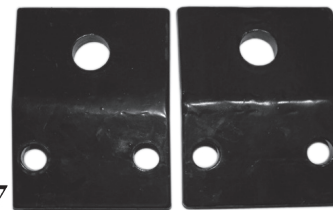

fig.6
4. Fixez le raclor (trois pièces, une longue, S^L, et deux courts, S^S; fig.5, à gauche) à la bordure inférieure avant de la lame en utilisant les boulons de 25 mm (1 po) x M10 de grade 8 et les rondelles de 10 mm ainsi que les écrous M10 de type Nylock (fig.6). Le long morceau du raclor chevauche les deux moitiés de la lame. Les plus petites pièces de raclor couvrent le reste de la lame. Les